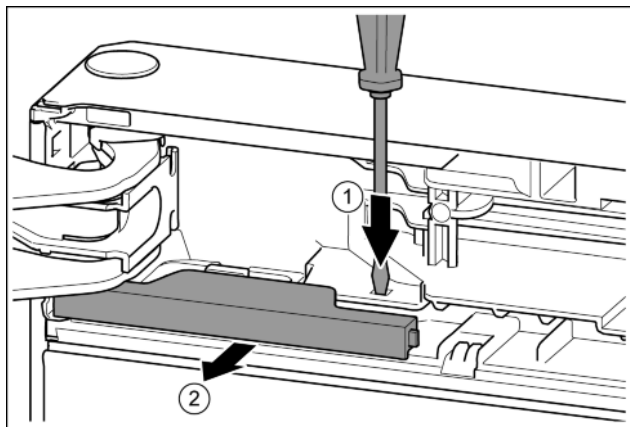

Fig. 11
- Pousser la languette avec un tournevis plat. Fig. 11 (1)
- Sortir le cache de l'encliquetage. Fig. 11 (2)